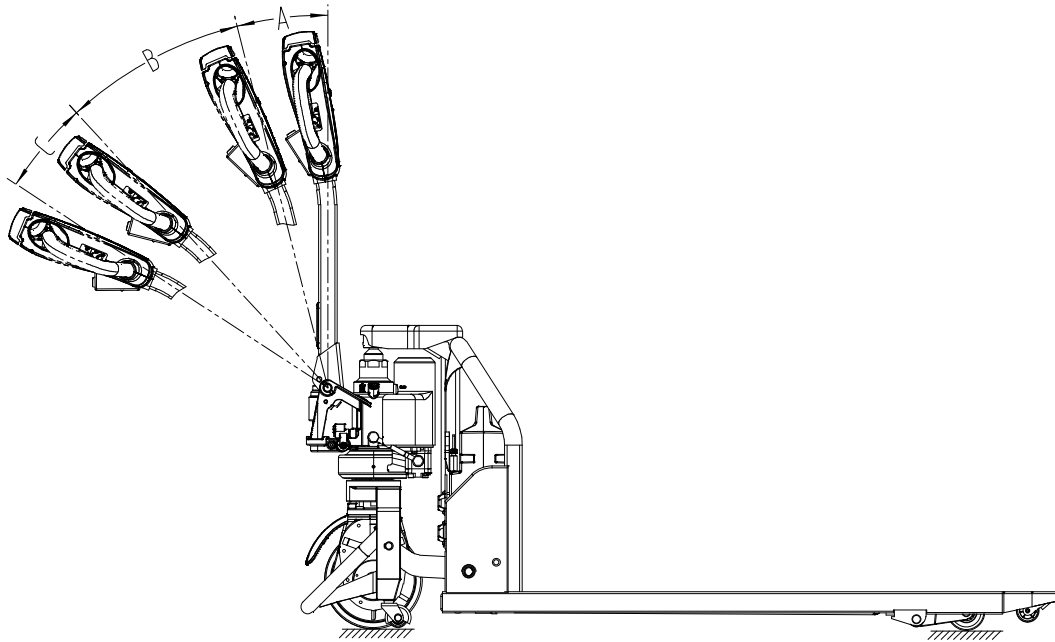

Abbildung 5
- Im Notfall die Deichsel schnell in den Bereich A oder C bringen (Abb. 5), damit die Bremse blockiert und eine Notbremsung auslöst.